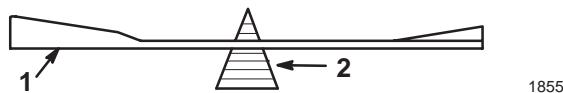

Bild 37
2. Überprüfen Sie die Auswuchtung des Schnittmessers auf einer Messerwaage (Bild 37). Wenn das Schnittmesser in seiner horizontalen Position bleibt, ist es ausgewuchtet und kann wiederverwendet werden. Feilen Sie, wenn das Schnittmesser nicht ausgewuchtet ist, an der Rückseite des Messers etwas Metall ab. Wiederholen Sie diesen Vorgang, bis das Messer ausgewuchtet ist.